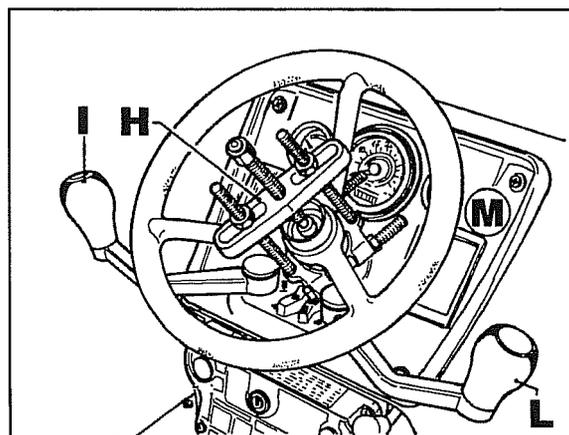

Fig. 57
- a. Enlever le volant à l'aide d'un extracteur **H** illustré dans la fig.57.
- b. Enlever le levier de commande du réducteur **I**, des vitesses **L**, et le tableau de bord **M** (fig.57).